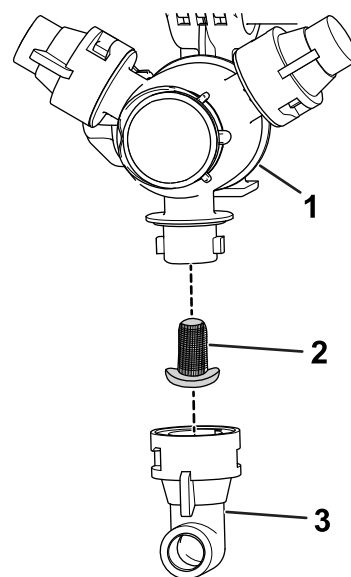

図 23
- タレットからノズルを外す 図 23。
- ノズルフィルタを取り外す 図 23。
- ノズルフィルタを取り付ける 図 23。
- タレットにノズルを取り付ける 図 23。